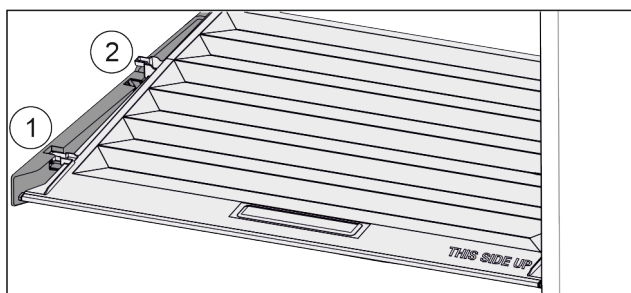

Fig. 34
- Tirer le couvercle vers l'avant jusque dans l'orifice des pièces de retenue Fig. 34 (1).
- Le soulever par le bas à l'arrière et le sortir par le haut Fig. 34 (2).